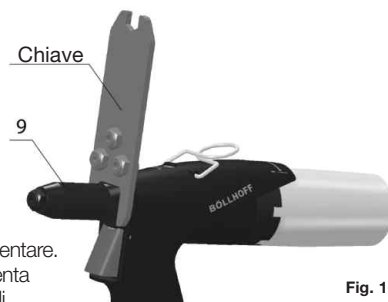

Fig. 1
Smontaggio (fig.1 e fig.2):
- Svitare il naso (fig.1 - pos.9) con la chiave in dotazione